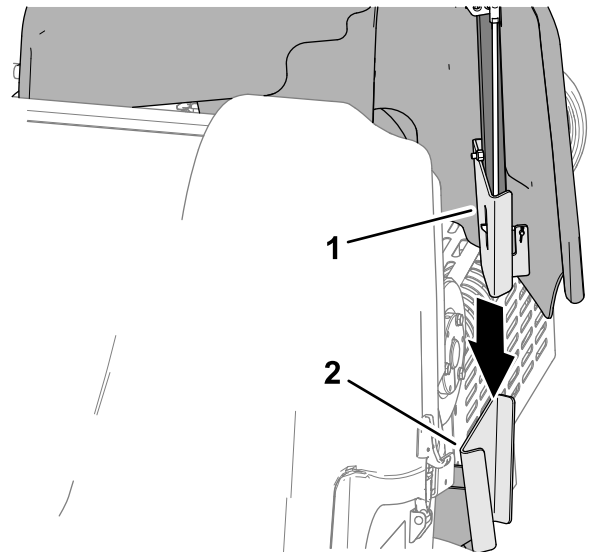

Bild 144
1. Richten Sie die Halterung der Riemenabdeckung an der Abdeckungshalterung am Maschinenrahmen aus (**Bild 144**).